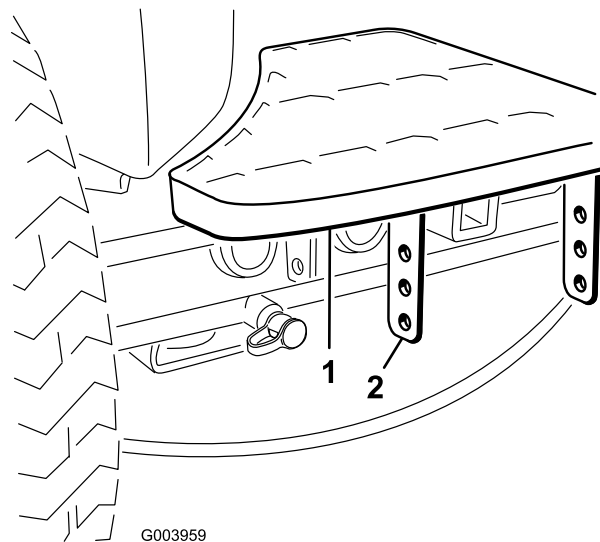

Figura 2
1. Retire los 2 pernos y las tuercas que sujetan los soportes de los peldaños al bastidor de la unidad de tracción (Figura 2)